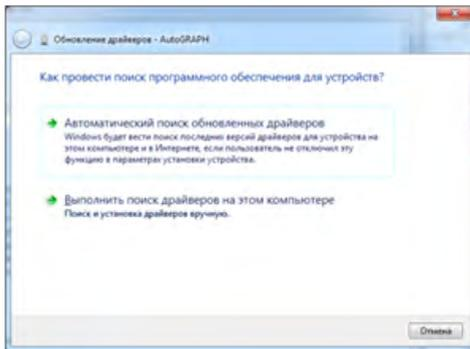

Рис.2.
- Установите модуль «АвтоГРАФ-GSM-Drive» в отсек тахографа. При этом разъем для подключения к тахографу должен быть направлен вовнутрь, а задняя крышка модуля (с наклейкой изготовителя) – направлена вверх (Рис.2).
4. Запустите Мастер обновления драйверов для устройства AutoGRAPH, выберите пункт «Выполнить поиск драйверов вручную» (Рис.2).